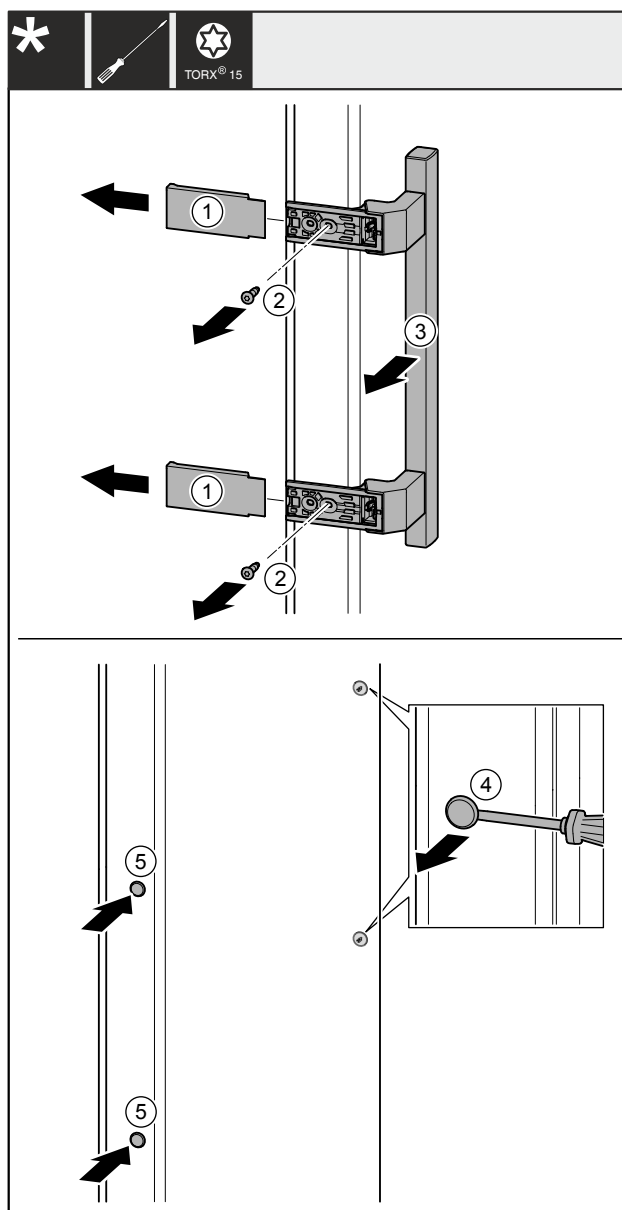

Fig. 41
- Изтеглете капаците Fig. 41 (1).
- С отвертка отвийте винтовете Fig. 41 (2).
- Свалете дръжката Fig. 41 (3).
- С плоска отвертка внимателно повдигнете страничната тапа Fig. 41 (4) и я извадете.
- Отново поставете тапата Fig. 41 (5) от другата страна.